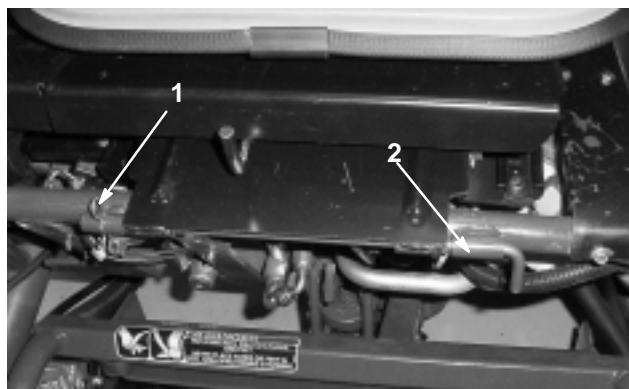

Figure 6
8. Montez l'ensemble siège à la position de conduite (Fig. 6). Montez la tige de pivot du siège et la goupille fendue.